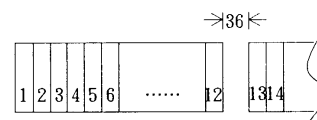

図 1
- ① 横並べする時は 12 点ユニット毎に 1 点分の空間をあけて下さい。(図1参照)